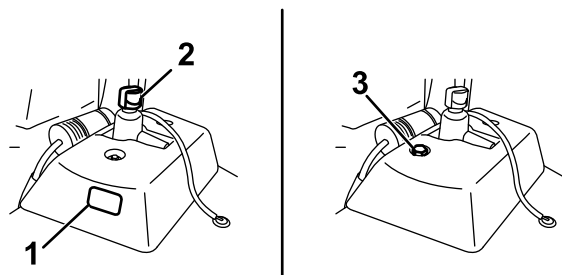

图 55
- 如果辅助液压油箱有观察窗口请通过窗口检查油位 图 55 然后转至步骤 5。
- 如果辅助液压油箱没有观察窗口请找到液压油箱顶部的量油尺 图 55 然后继续步骤 3。